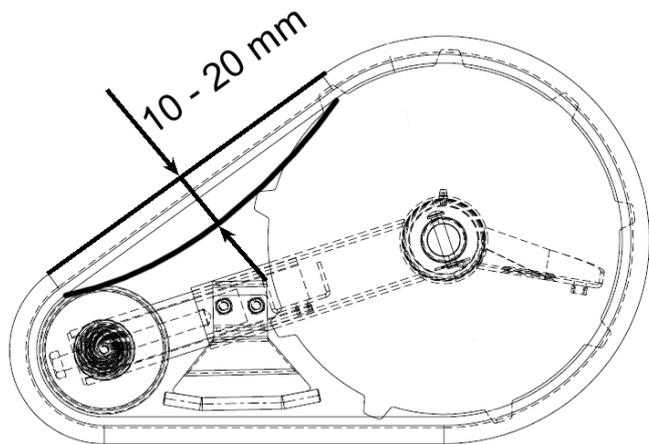

Figure 27
3. Tournez la vis dans le sens des aiguilles d'une montre pour augmenter la tension de chenille et dans le sens inverse des aiguilles d'une montre diminuer. Le jeu libre de la ceinture devrait être entre 10 à 20 mm (Figure 27).